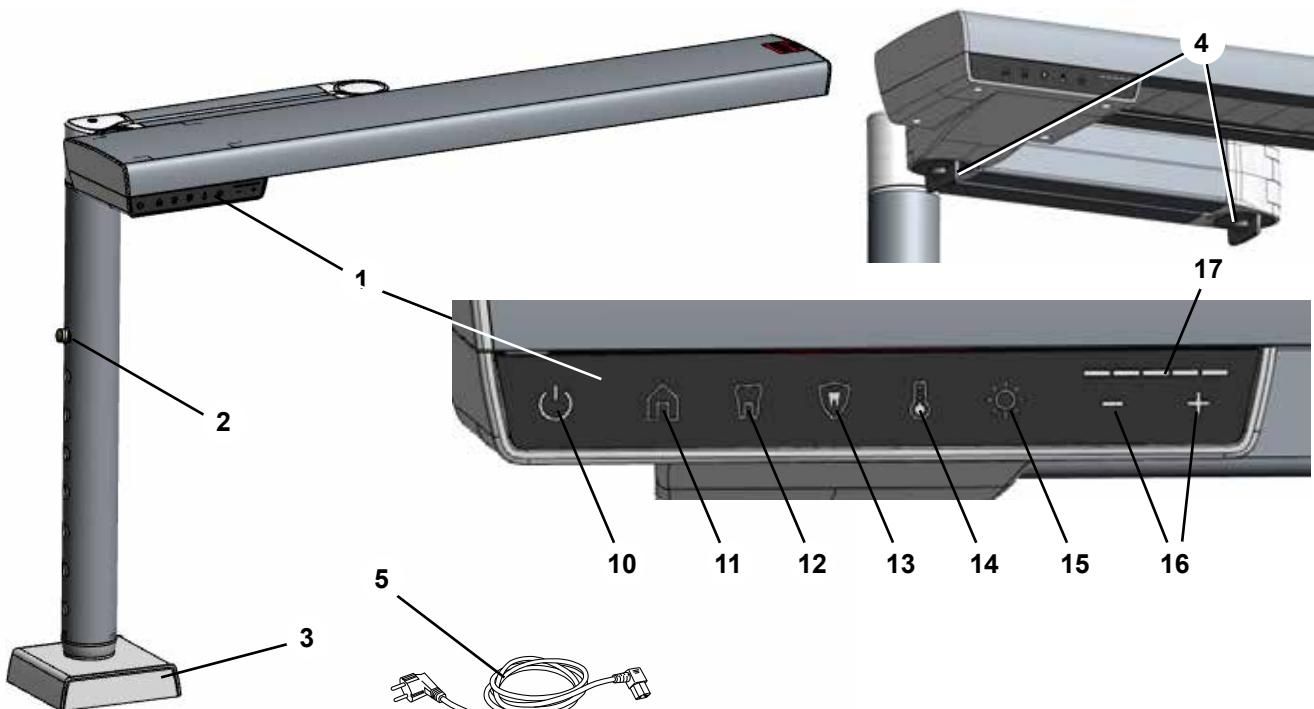

Abb. 1
- ⇒ Arretierung der Höhenverstellung (2, Abb. 1) eindrücken und Innenrohr am Sockel bis zur maximalen Position herausziehen.
Um den geeigneten Befestigungsplatz zu ermitteln, lösen Sie die Gelenkarretierung (4, Abb. 1) und prüfen Sie, dass Sie die Arbeitsplatzleuchte in die zuvor beschriebene, optimale Position (Kap. 4.2.1) bewegen können.
- ◆ Die Taste Helligkeit (15, Abb. 1) wird beleuchtet.
- ◆ In der Intensitäts - Anzeige (17, Abb. 1) wird der aktuelle Wert der Helligkeit angezeigt.